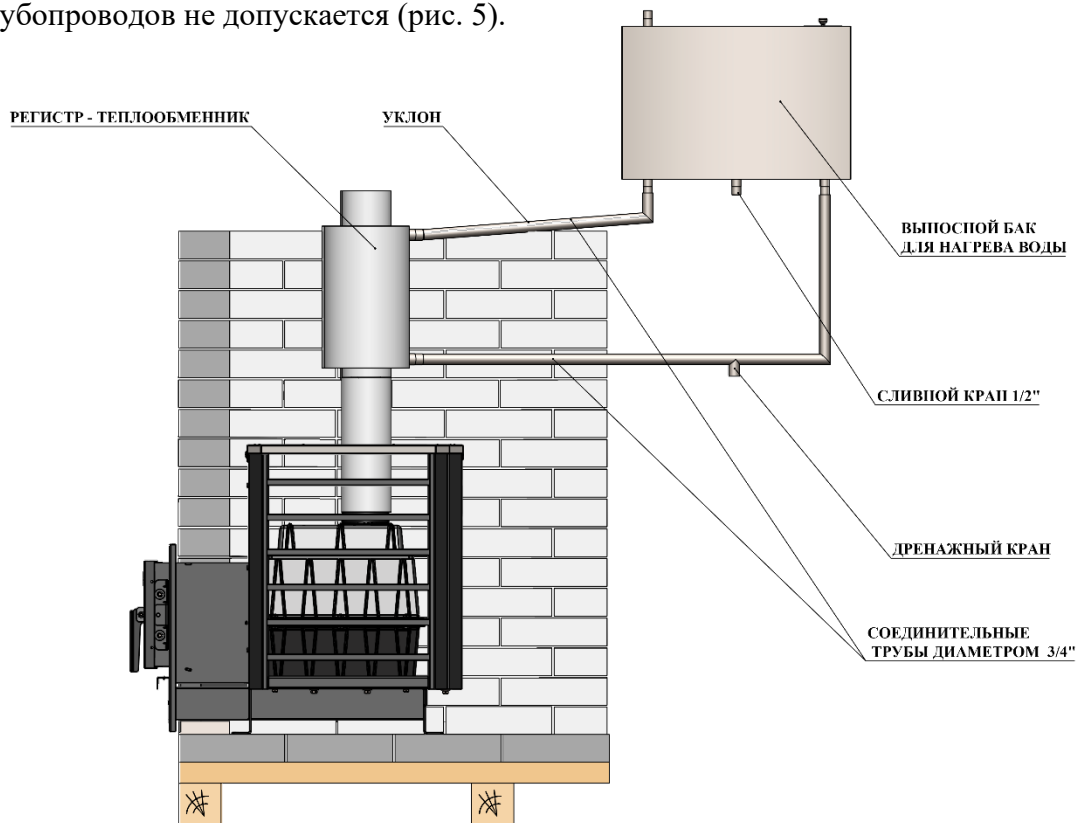

Рис. 5 Схема установки выносного бака
- универсальный регистр-теплообменник с выносным баком в смежное помещение. При монтаже теплообменника с выносным баком дно выносного бака должно находиться выше уровня верхнего штуцера регистра не менее чем на 50см. Угол наклона подающей линии должен быть вверх не менее 30°. Провисание трубопроводов не допускается (рис. 5).